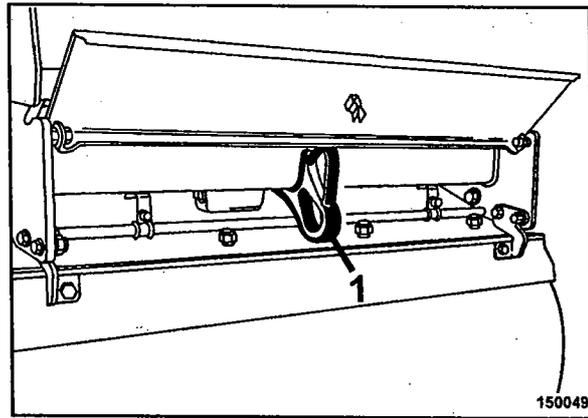

Fig. 77
- Remolcar la máquina sólo por la armella de remolque delantera o trasera 1 (Fig. 77).